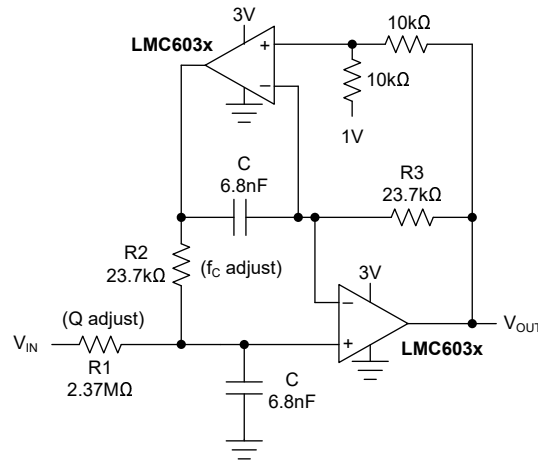

图 7-9. 有源 2 极带通滤波器 (1kHz)
双放大器带通 (DABP) 滤波器能够独立调整 f_c 和 Q 。在大多数其他带通拓扑中, f_c 和 Q 的调整相互作用。DABP 滤波器还提供对元件值的低灵敏度和高 Q 值。图 7-9 的以下应用提供 1kHz 的中心频率和 100 Q 。
1. 首先选择一个中心频率 (f_c)。图 7-9 表示的元件值是在中心频率为 1kHz 时通过以下计算得出的。